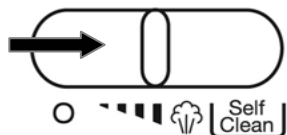

Fig. 3
- Placez la commande variable de vapeur à la position jet de vapeur. (Fig. 3)
- Glissez la commande variable de vapeur vers le haut pour obtenir plus de vapeur. (Fig. 3) Lorsque vous utilisez de la vapeur supplémentaire, le fer requiert plus d'eau et il pourrait donc être nécessaire de remplir le réservoir plus souvent. Voir la page 26 pour remplir le fer d'eau.